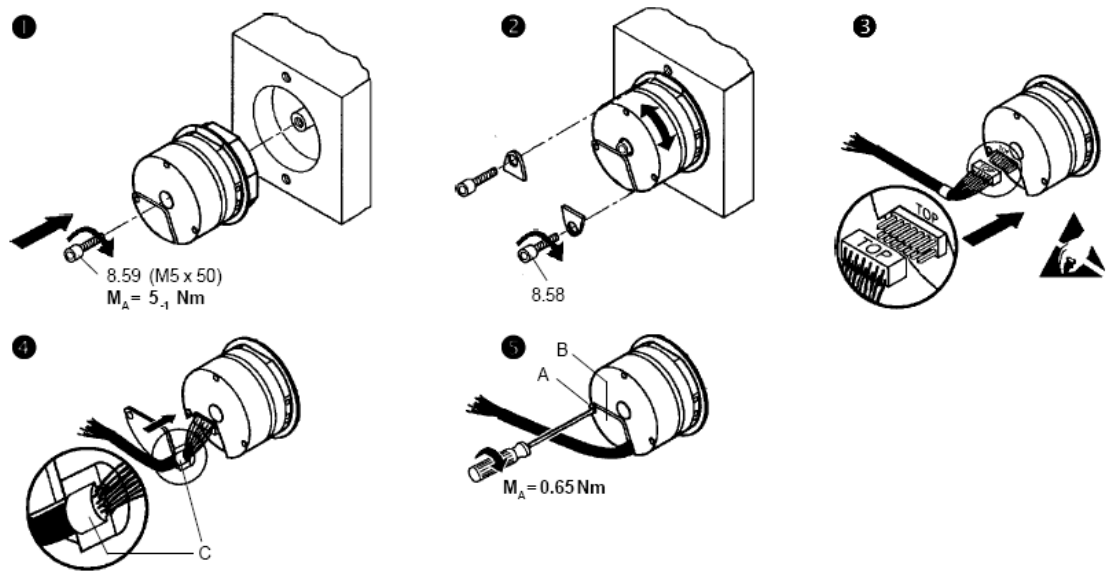

Рис. 4. Монтаж энкодера
1. Вставьте и затяните винт (8.59, рис. 4). При этом удерживайте конец вала двигателя.
2. Закрутите винты (8.58, рис. 4)